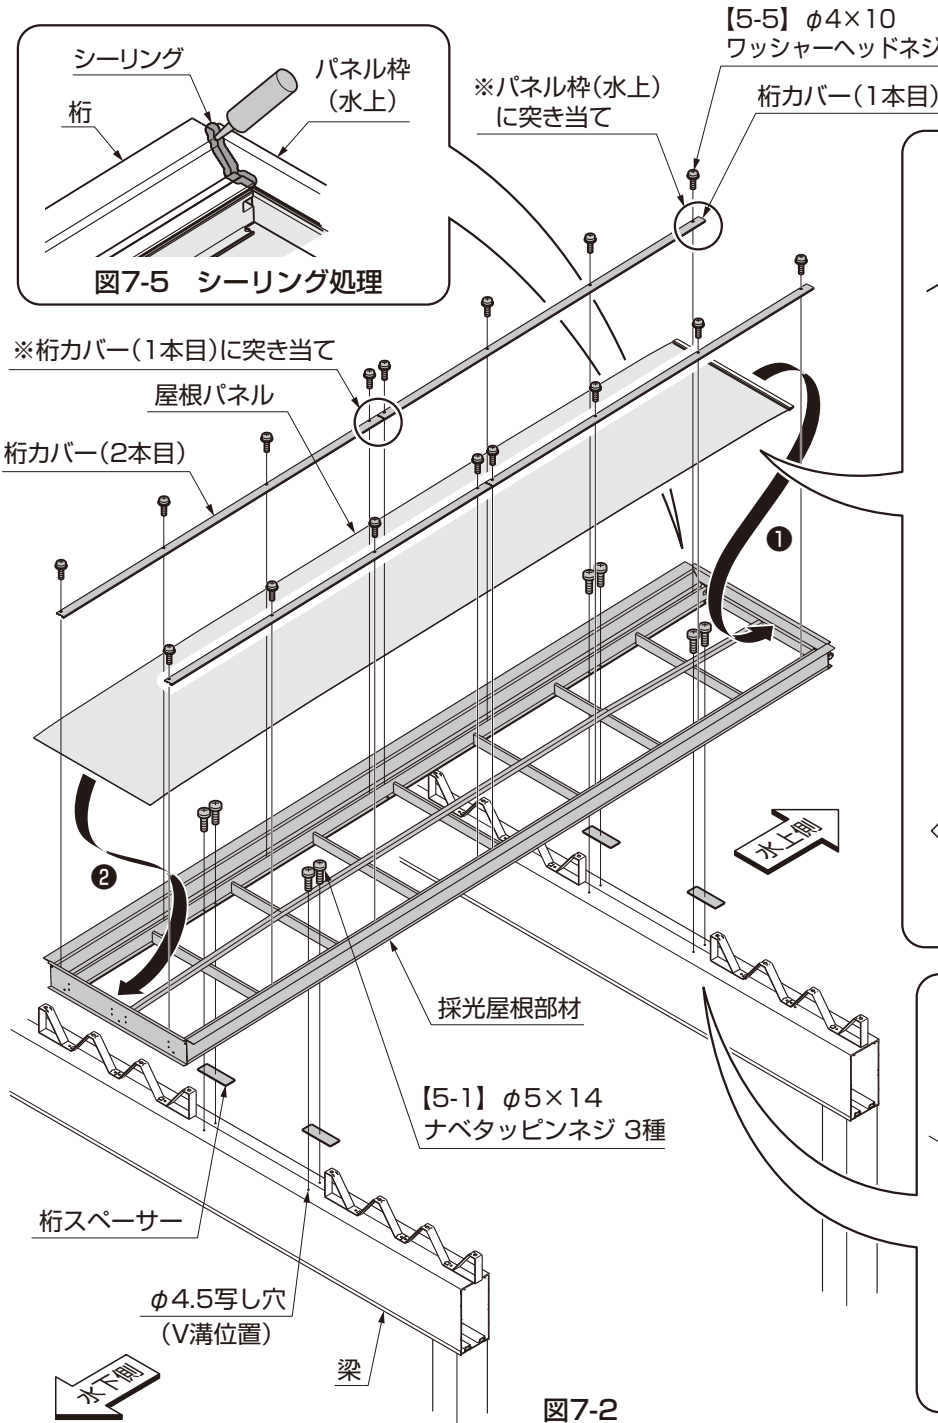

図7-2
- ①採光屋根部材をカーポートの上のにせ、桁スペーサーを水上側に貼付けてください。(図7-1、図7-2参照)
- ②梁にφ4.5の写し穴をあけてください。(図7-2参照)
- ③採光屋根部材を梁に【5-1】で取付けてください。(図7-2参照)
- ⑥桁カバーを桁に【5-5】で取付けてください。(図7-2参照)